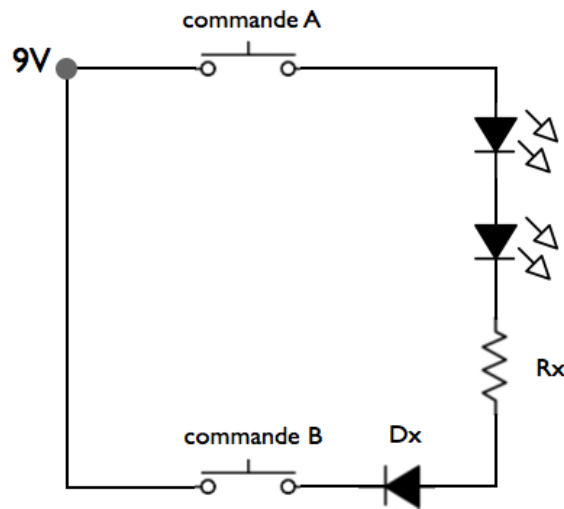

Figure 4: Circuit de commande pour 2 LEDs et une résistance en série.
4. Le circuit de la figure 4 représente 2 LEDs et une résistance en série branchées à deux commandes (A et B), qui sont à l'état **haut** quand elles sont branchées ("on") et à l'état **bas** lorsqu'elles sont débranchées ("off").
Table 3: Table de vérité des commandes pour le circuit de la figure 4, pour que les LEDs soient allumées ou éteintes.